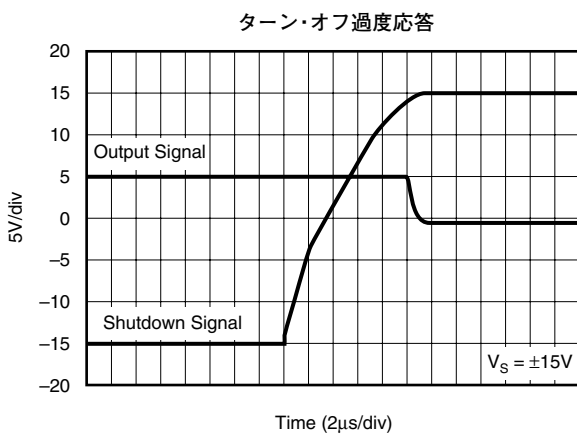
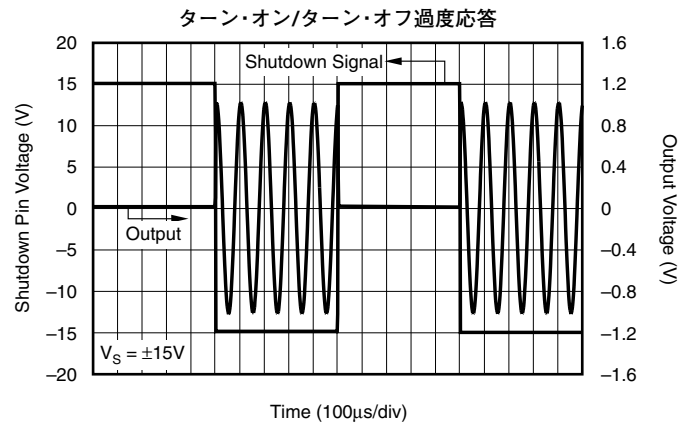

図 41
図 43
(2) ディスエーブル時、出力はハイ・インピーダンス
(3) 図39~図41の代表的特性を参照
(4) Typical θ_{JA} specification is based on the use of a high-k board.
OPA211のシャットダウン(イネーブル)機能は、オペアンプの+電源を基準とします。“High”でオペアンプをディスエーブルにします。“High”は、SHUTDOWN端子が(V+) - 0.35V以上で確定し、“Low”は(V+) - 3V以下で確定します。例えばV_{CC}が±15Vの時、デバイスは12V以下でイネーブルとなります。ディスエーブルには14.65V以上でなります。もしデュアル、または2電源使用時は、“High”または“Low”の確定は+電源電圧を基準としていることに注意して下さい。この端子は、“High”または“Low”に確定したレベルで駆動する必要があります。オープンにはできません。イネーブル、およびディスエーブル時間は、代表的特性(図41~図43)を参照して下さい。ディスエーブル時は、出力はハイインピーダンスとなります。